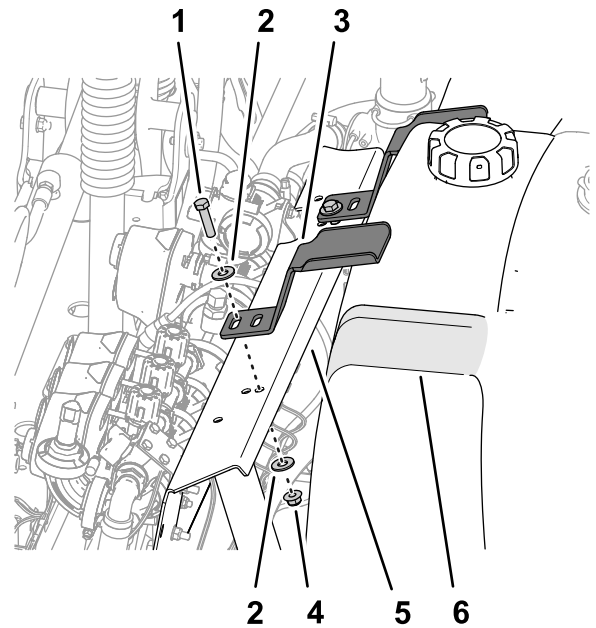

图14
2. 将压紧装置与冲洗水箱顶部的凹槽对齐图14。
3. 将压紧装置上的槽与阀门安装架上的孔对齐图14。
5. 对冲洗水箱中另一凹槽处的另一个压紧装置重复步骤 2 至 4图14。